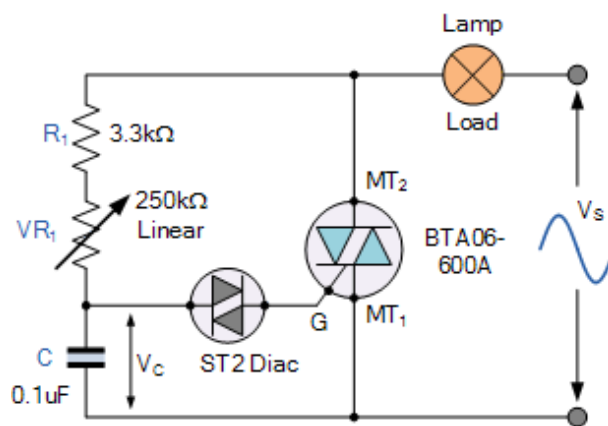

Figura 1. Circuito de control de fase con DIAC y ajuste RC.
2. Explique el funcionamiento del circuito de la Figura 1.